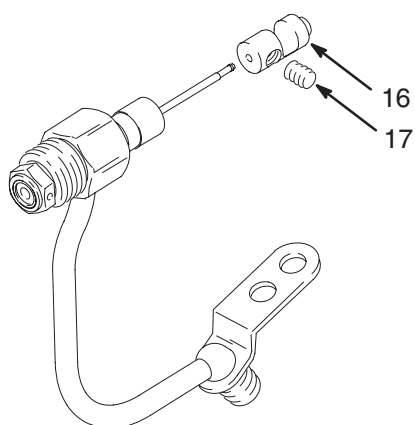

Fig. 11
- Sujetando aún la guía del muelle (16) para impedir que se doble la aguja, afloje los tornillos de fijación (17). Desmonte la guía del muelle (16). Vea la Fig. 11.